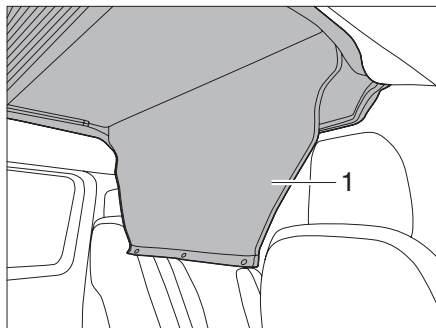

Bild 41 Durchstiegsabdeckung abrollen
- ▶ Durchstiegsabdeckung (Bild 41,1) abrollen.
- ▶ Durchstiegsabdeckung (Bild 41,1) mit Druckknöpfen schließen.